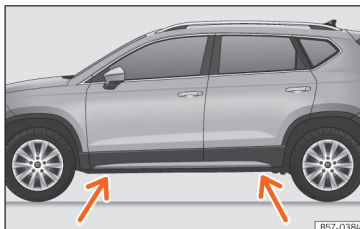

Abb. 225 Aufnahmepunkte für den Wagenheber.
- Suchen Sie am Längsträger die Markierung des Wagenheberaufnahmepunktes (Eindrückung), die dem zu wechselnden Rad am nächsten liegt » » » (Abb. 225).